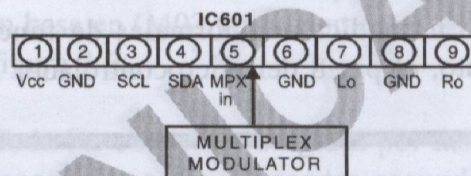

FIGURA 4-1
- (1) Conecte el instrumento de medición como se muestra en la Figura 4-1.
- (2) Abra las resistencias R612 y R613, para desconectar la SIF de audio de 4,5MHz: